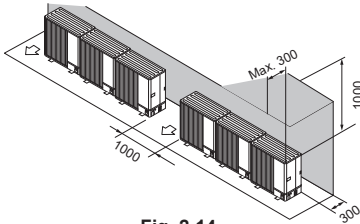

Fig. 2-14
- ② Obstacole numai în spate și deasupra (Fig. 2-14)